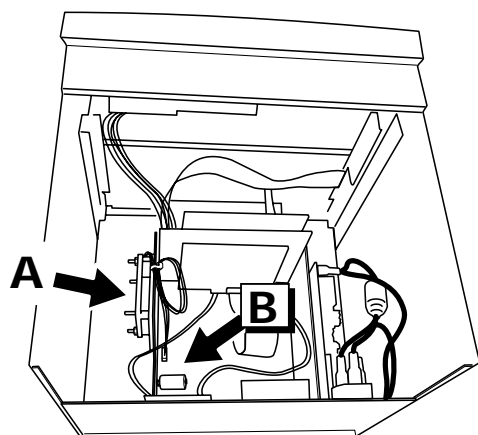

Figure 10.1c Emplacements ventilateur & pile
1. Une fois le capot déposé, la pile déchargée (voir emplacement figure 10.1c et 10.1e) peut être extraite de son logement et remplacée par une autre.